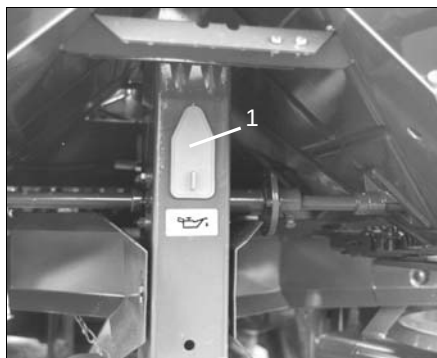

Fig. 33
- Røreksel - trækkæden renses og fedtes ind (Fig. 33/1).